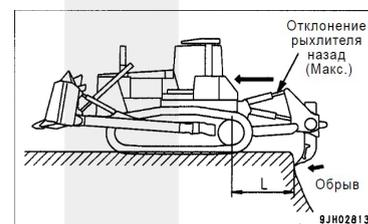

Рис. 7
Если рыхление начинается от края обрыва, то отклоните рыхлитель назад, чтобы обеспечить максимальную длину вылета рыхлителя (L) (рис. 7). Держа педаль замедления хода нажатой, медленно подайте машину вперед, и после того как коронка рыхлителя коснется края обрыва, наклоните рыхлитель в рабочее положение